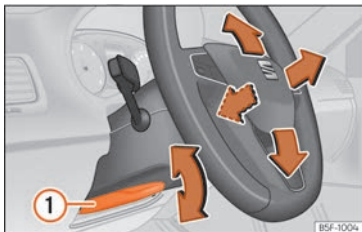

Fig. 5 Levier sur la partie inférieure latérale de la colonne de direction.
- Tirez le levier » fig. 5 ① jusqu'en bas, déplacez le volant sur la position souhaitée, puis remontez le levier en position de verrouillage.
- Après avoir réglé la colonne de direction, poussez fermement le levier » fig. 5 ① vers le haut pour que le volant ne change pas de position accidentellement en cours de route.